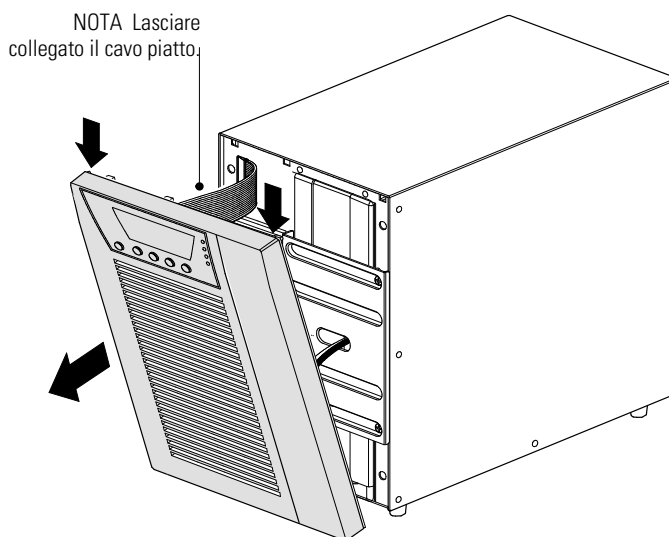

Figura 14. Rimozione del coperchio anteriore dell'UPS
1. Rimuovere il pannello anteriore dell'UPS (vedere Figura 14).